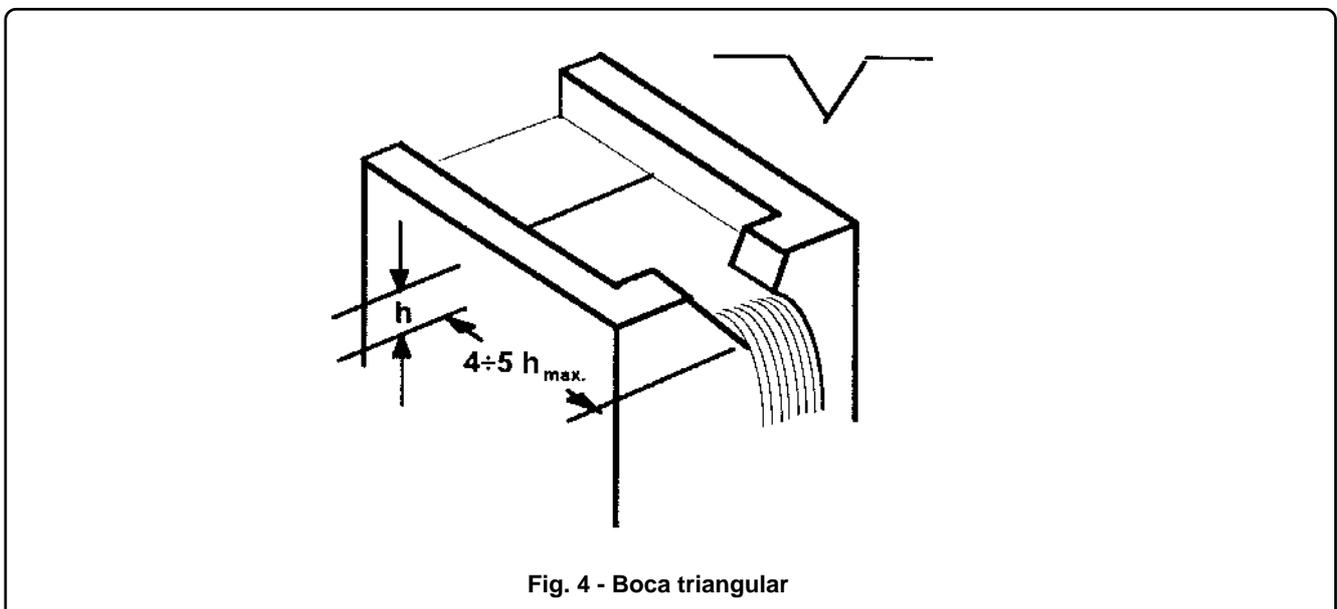

Fig. 4 - Boca triangular
Esta función se puede usar, como ya se ha dicho, para medidas de caudal en canales abiertos que adopten vertederos con boca triangular (perfil en V) de acuerdo a las normas ISO 1438 (fórmulas de Kingsvater-Shen). En estos dispositivos, la relación entre el caudal y la altura "h" del vertedero es proporcional a $h^{5/2}$ o, lo que es lo mismo, a la raíz cuadrada de h^5 (ver la Fig. 4).
En las aplicaciones sobre un tanque cerrado, como se muestra en la Fig. 4, los efectos de la presión del tanque se compensan conectando el mismo a ambos lados del transmisor. El lado positivo (H) se conecta montando el transmisor sobre el pico del tanque. Una línea de compensación conecta el lado negativo (L) a la parte superior del tanque. Es importante estar seguros de que esta línea esté completamente libre de líquidos ("en seco") o completamente llena a un nivel constante ("mojada").